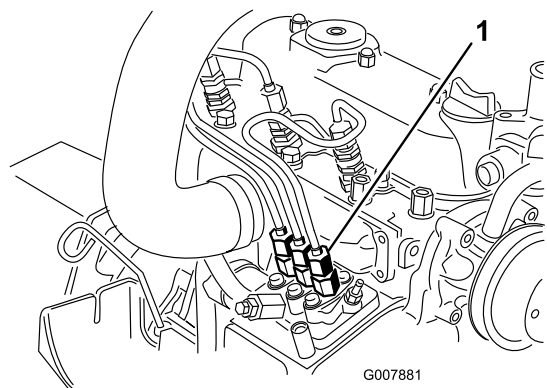

Рисунок 42
- Поместите ветошь под соединение трубки, выходящей из насоса для впрыска топлива и идущей к соплу инжектора № 1, как показано на Рисунок 42.